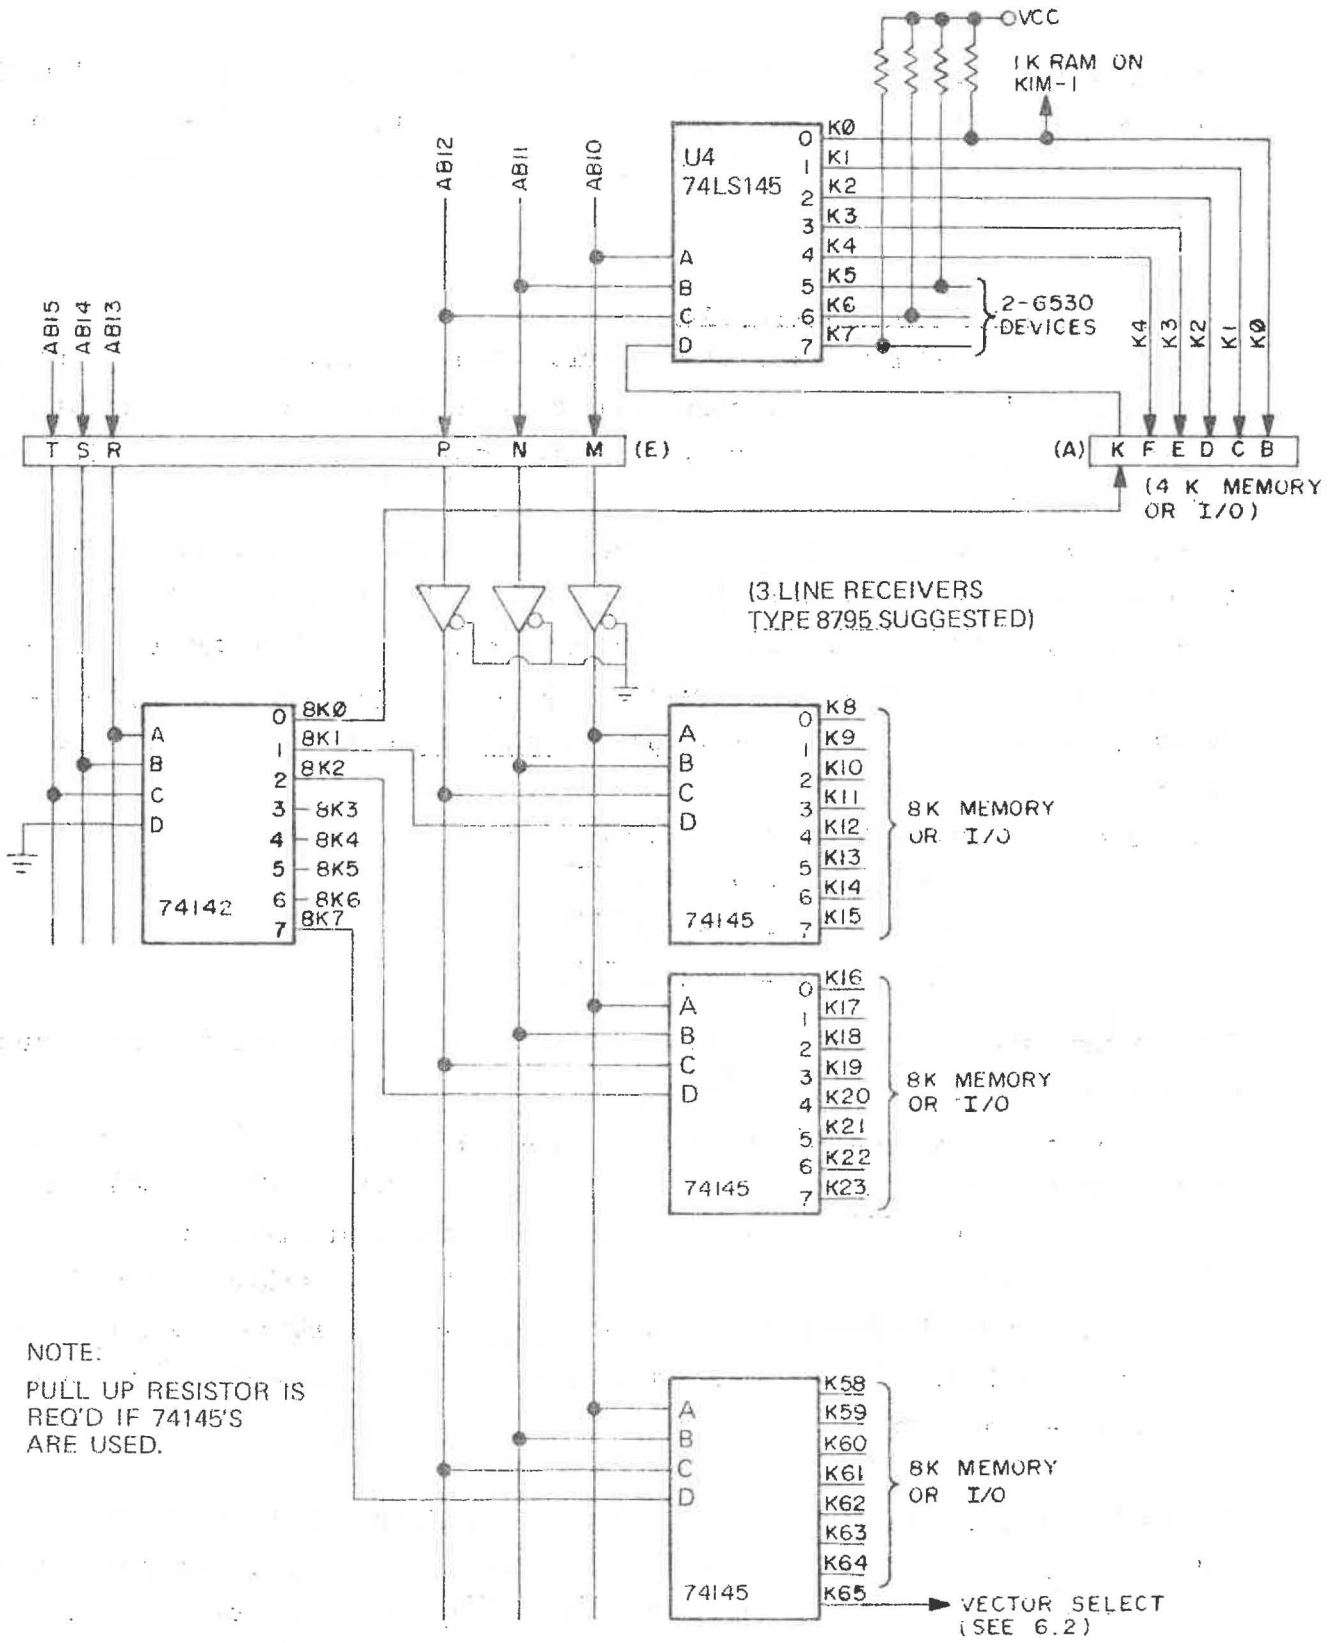

Fig 6.2 - Extension 65K
Si vous souhaitez étendre la zone mémoire et les entrées/sorties au-delà de 8K inférieurs, vous devez libérer le bloc des 8K inférieurs et choisir un autre bloc de 8K. La figure 6.2 suggère une méthode d'extension au-delà des 8K inférieurs.
Remarquons que les trois bits de poids fort (ABL3, ABL4, ABL5) sont connectés à un décodeur. Les huit sorties du décodeur permettent de partager les 64K mémoires en 8 blocs de 8K (8K0, 8K1, etc...). La sortie 8K0 peut être utilisée comme entrée (D) du décodeur (U4) du KIM-1, ce qui permet de choisir ou de libérer ce bloc. Les sept sorties restantes, 8K1 à 8K7, peuvent être utilisées pour choisir ou libérer les autres décodeurs représentés dans la figure 6.2. Vous avez seulement à ajouter le nombre de décodeurs nécessaires - un pour chaque bloc de 8K - pour réaliser l'extension mémoire que vous souhaitez.
Il y a lieu de prendre certaines précautions lors de l'extension mémoire de votre système. Vous avez remarqué la présence de récepteurs de ligne pour les signaux ABL0, ABL1, et ABL2 (voir figure 6.2). Ces circuits sont nécessaires à cause des limitations de charge qui existent sur les lignes du bus adresses du 6502 (chacune de ces lignes est en mesure de piloter une charge TTL standard et une capacité de 130 pF).
La solution à ce problème consiste à générer de manière logique un signal spécial pour le choix de l'interruption. La figure 6.2 montre qu'un signal spécial intitulé "Vector Select" (choix de vecteur) est créé afin de définir le bloc des 1K mémoires supérieures (K64). La prise en charge d'un vecteur d'interruption entraînera la mise sur la position "Select" de ce signal. Si l'état K64 n'est pas utilisé pour choisir de la RAM, ce signal pourra être "OU câblé" avec n'importe lequel des autres signaux "K" (K0 à K63) afin de définir le bloc de 1K qui doit contenir les vecteurs d'interruption.
permette de choisir des zones différentes de mémoire pour y stocker les vecteurs d'interruption (nous avons choisi dans la figure 6.2 des décodeurs du type 75145 afin de réaliser un "OU" câblé entre le K64 et n'importe quel autre K. Cela est possible car le décodeur 75145 dispose de sorties "collecteur ouvert" qui permettent un "OU" câblé entre différents états utilisant une résistance de charge externe).